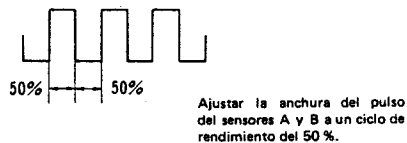

Fig. 14-3 Forma de ondas de salida 1
5. Mientras se está seguro que las luces externas no están dando directamente a la sección del sensor, ajustar VR1 y VR2 de forma que la forma de ondas de salida para los sensores A y B sean ambas aproximadamente del ciclo de rendimiento del 50 % (Fig. 14-3, 14-5).